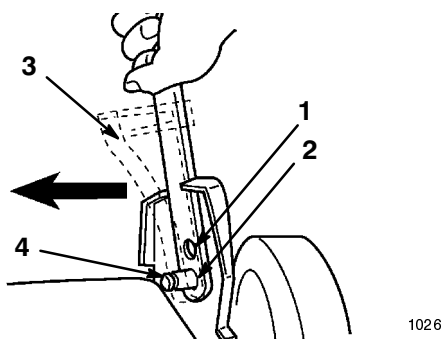

Figure 3
Le mancheron peut prendre deux positions, haute ou basse (Fig. 3). Choisir la position la plus confortable pour l'utilisateur.
1. Serrer le bas du mancheron vers l'intérieur (des deux côtés) pour le dégager des ergots (Fig. 3).